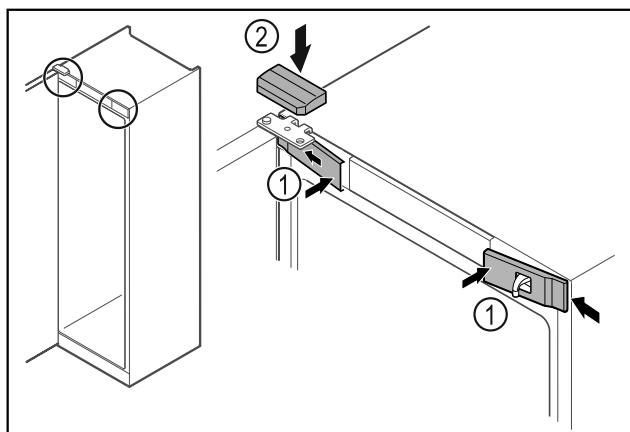

Fig. 44
- Vordere Abdeckungen Fig. 44 (1) seitlich einhaken und aufrasten.
- Obere Abdeckung Fig. 44 (2) von oben aufrasten.